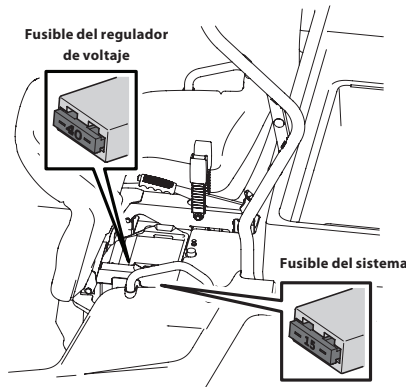

Figura 4-9
5. Saque el fusible eléctrico apropiado del Acc. (accesorio) y reemplace cuando sea necesario con un fusible para el amperaje adecuado. Consulte la Figura 4-9.